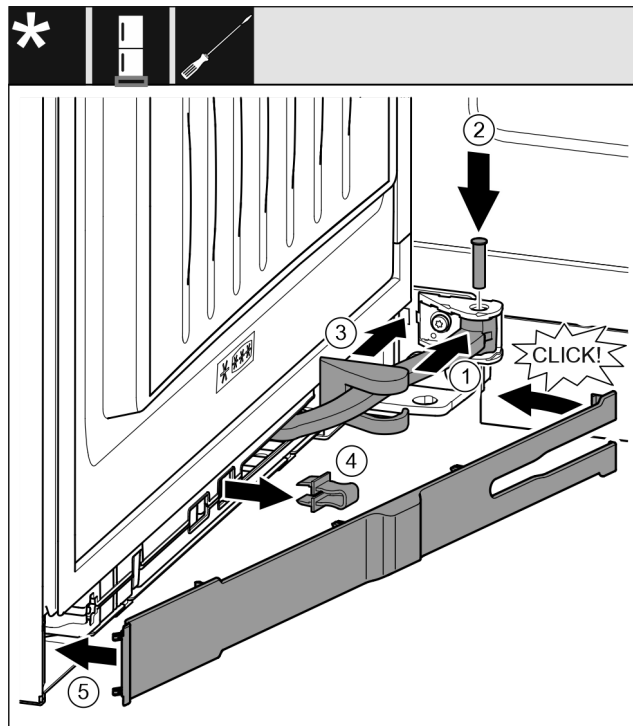

Fig. 38
- ▶ Okrenite zglob u ovjesu. Fig. 38 (1)
- ▶ Pomoću odvijača T15 stavite svornjak u ovjes i zglob. Pritom pazite da ispučenje za blokiranje ispravno dosjedne u utor. Fig. 38 (2)
- ▶ Pomaknite pokrov podloška ležaja uzduž zgloba i montirajte ga iznad ovjesa. Fig. 38 (3)
- ▶ Skinite osigurač. Fig. 38 (4)
- ▶ Postavite masku na strani prijanjanja i zakrenite ju prema unutra. Fig. 38 (5)